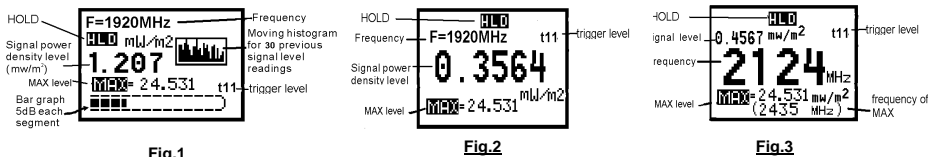

Fig.1
- 顯示模式選擇按鈕 (MODE) - 選擇三種 LCD 顯示模式: (1) 訊號強度含歷史記錄圖, (2) 大字體訊號強度不含歷史記錄圖, (3) 大字體頻率顯示模式
- 背光按鈕 (BL) - 開機後 15 秒 LCD 背光會自動關閉, 背光按鈕 - 可手工控制開啟/關閉 LCD 背光 (沒有必要時請記得關閉 LCD 背光, 以避免消耗過多電池電能)。
- 前號強度含歷史記錄圖 LCD 顯示模式 (Fig.1) - 顯示 訊號強度, 頻率, MAX, 與歷史記錄圖, 單位按鈕可選擇 dBm, mw/m², 或 v/m
- 短脈波及單觸發訊號 - 電力公司智能無線電錶大部分時間不傳送任何訊號, 但是每隔一段時間會發射短脈波來與電力公司街頭網點保持聯繫或傳送電力使用資訊, 測量這類短脈波及單觸發訊號的頻率可以使用大字體頻率顯示模式 (Fig.3) 來捕捉訊號, 這模式可顯示即時頻率, 訊號強度, 捕捉到訊號的最大值 (MAX) 及 MAX 的頻率, 使用時先按暫停按鈕來清零最大值 (MAX) 及 MAX 的頻率, 再等待捕捉訊號, 當訊號被捕捉到時會顯示其最大值 (MAX) 及 MAX 的頻率, 按 MODE 按鈕可以回到訊號強度含歷史記錄圖顯示模式 (Fig.1) 從歷史記錄圖中看到捕捉到的訊號